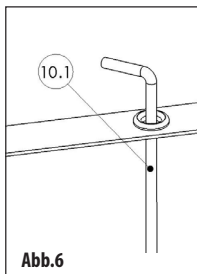
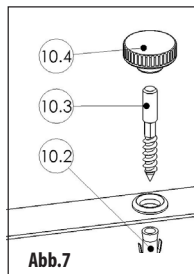

Abb.6
Abb.7
- 9) Für die Verankerung des Produkts im Boden ist das im Lieferumfang enthaltene Befestigungsset bestimmt. Dieses Set enthält Elemente zur Verankerung im Rasen (ABB. 6) und in befestigten Oberflächen. (ABB. 7).